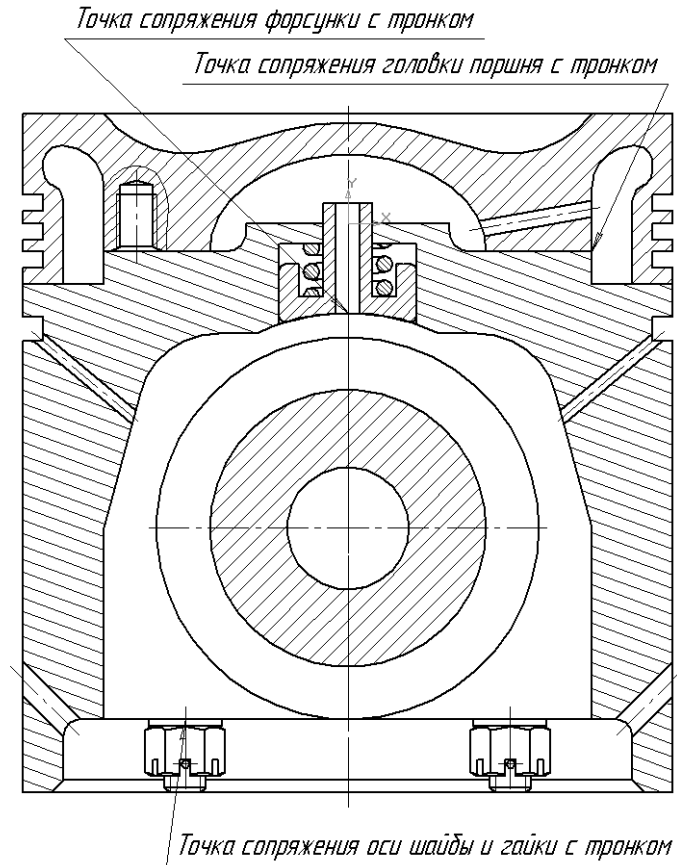

Рис. 3.77
2. Определение сопряженных базовых точек. Под сопряженной базовой точкой понимается координата точки, принадлежащая двум сопрягаемым деталям. Такими точками могут быть следующие точки с координатами относительно тронка (рис. 3.77):